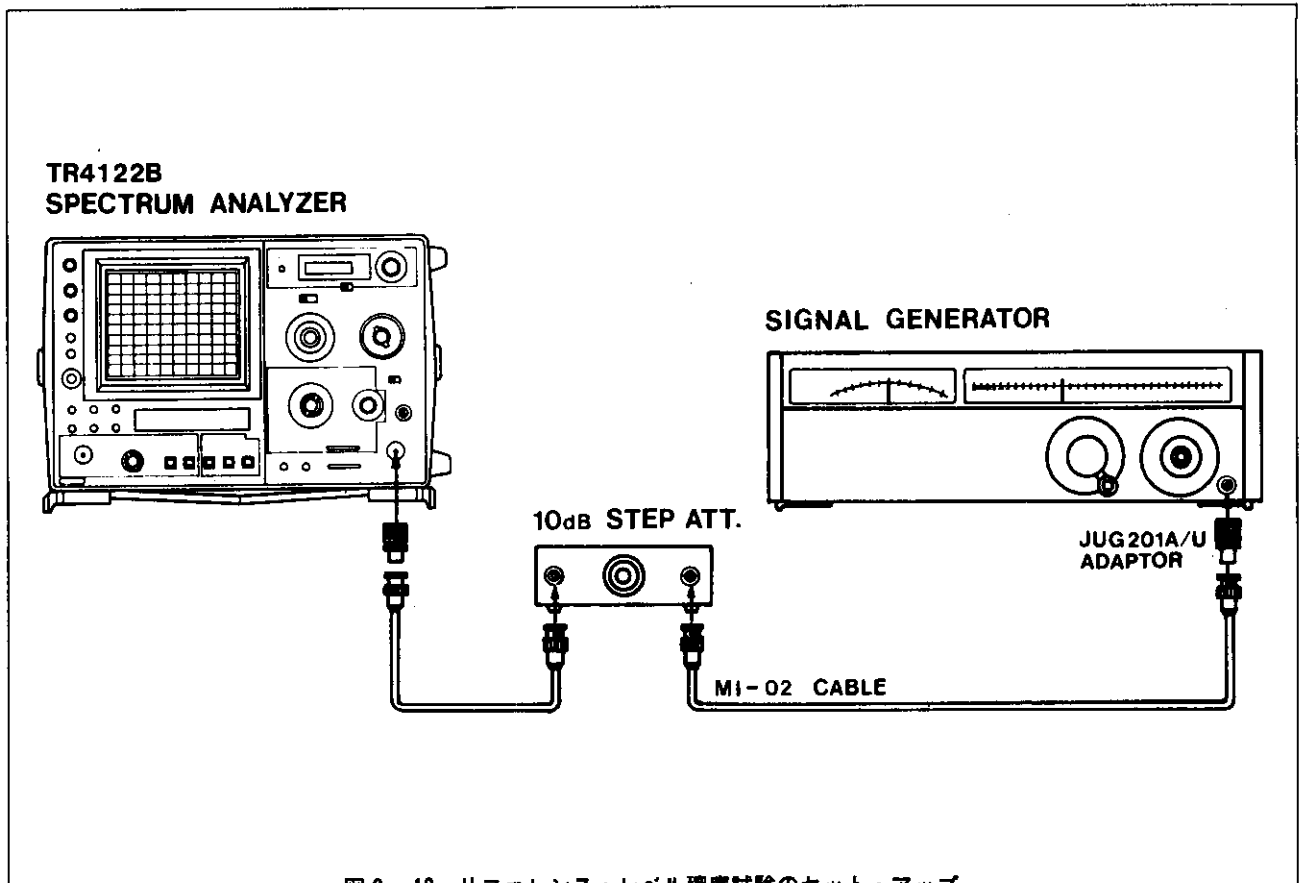

図 3-13 リファレンス・レベル確度試験のセット・アップ
2. S.G.の出力を200MHz, -15dBm, 外部ATT.を0dBにそれぞれ設定し、本器のINPUTに〔図3-13〕のように接続します。